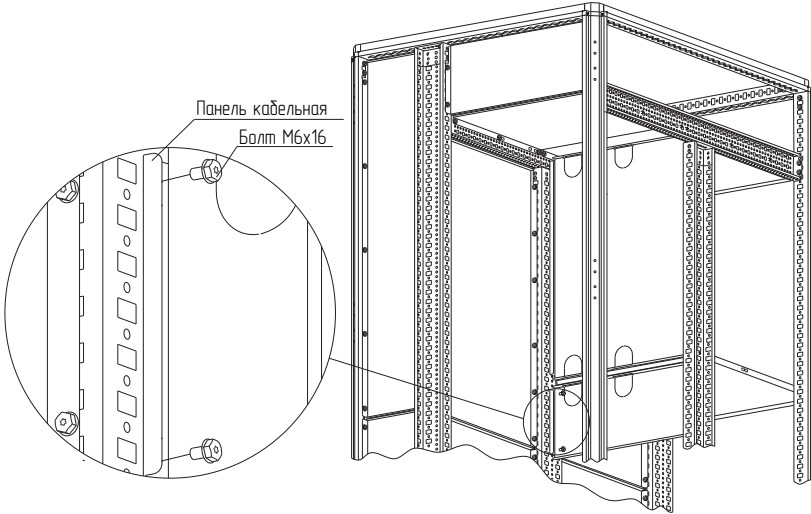

Рисунок 62
– вариант 2. Установить панель кабельную на нужной высоте (рисунок 62) и закрепить на стойках каркаса болтами М6×16. Момент затяжки – 7 Н·м. Болты приобрести отдельно.